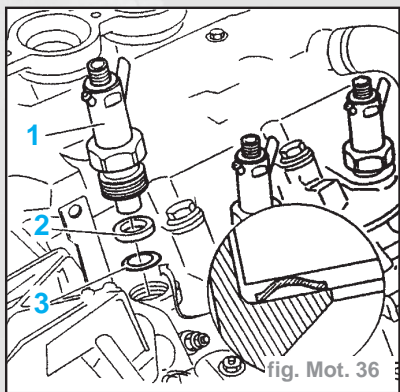

fig. Mot. 36
- Déposer (fig. Mot. 36) :
- les porte-injecteurs (1) en utilisant la douille (réf. 0149),
- les rondelles d'étanchéité (2),
- les rondelles pare-flammes (3).
- Reposer (fig. Mot. 36) :
- les rondelles pare-flammes (3),
- les porte-injecteurs (1).